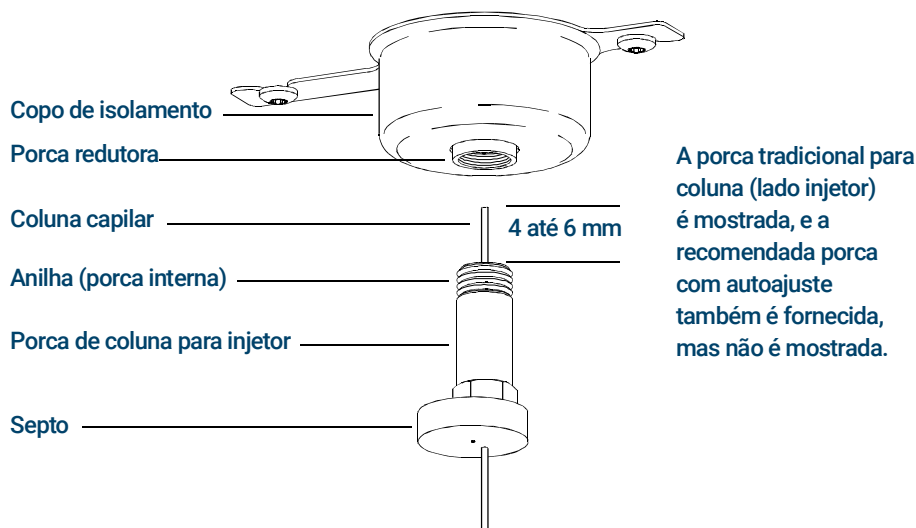

Figura 4. Instalação de coluna capilar para um injetor split/splitless
- 7 Posicione a coluna de forma que ela se estenda por 4 a 6 mm além da extremidade da anilha. (Consulte **Figura 4.**)